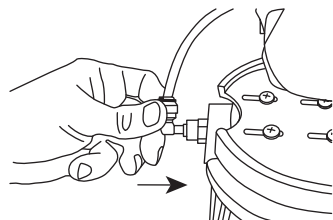

Рис. 25
5.9.3. Вставить угловой фитинг, установленный на трубке входа воды на четырехходовой клапан, в муфту выхода воды после предочистки (рис. 25, 26, 27).